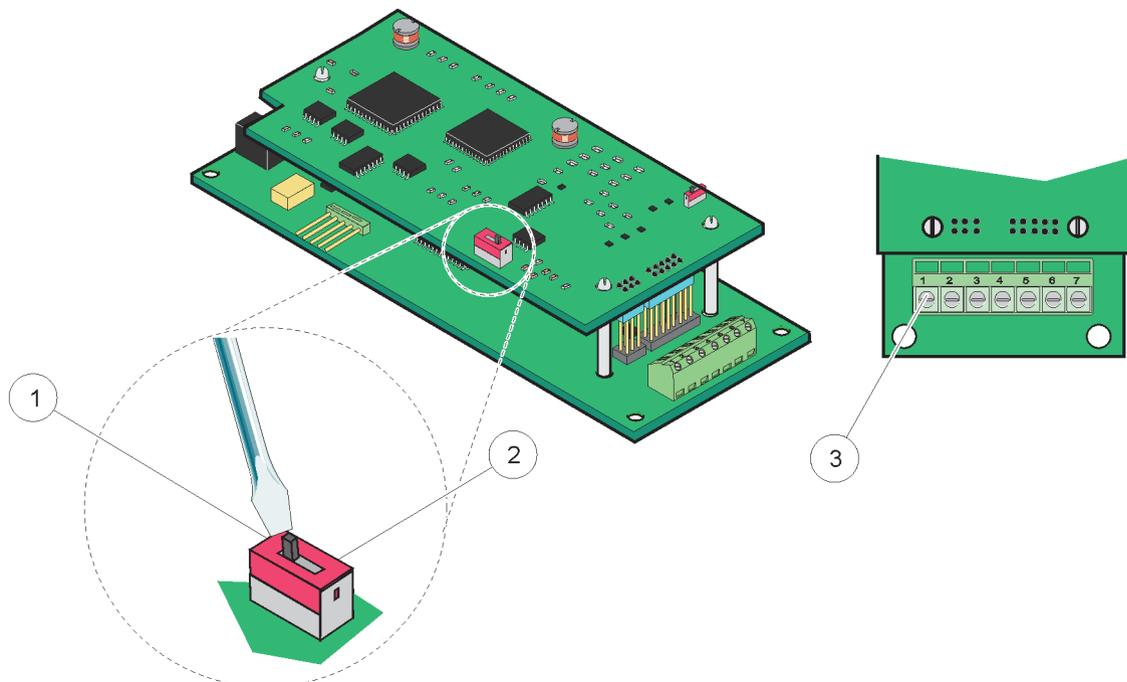

Figura 25 Ligações da placa Profibus DP (YAB020 até Dezembro de 2013)
4. Forneça alimentação ao cabo pela base do módulo e prepare-o correctamente, introduzindo cada fio no terminal de acordo Figura 25/ Figura 26 e Tabela 8/ Tabela 9. Certifique-se de que a blindagem está ligada a um espaçador perfurado na placa.